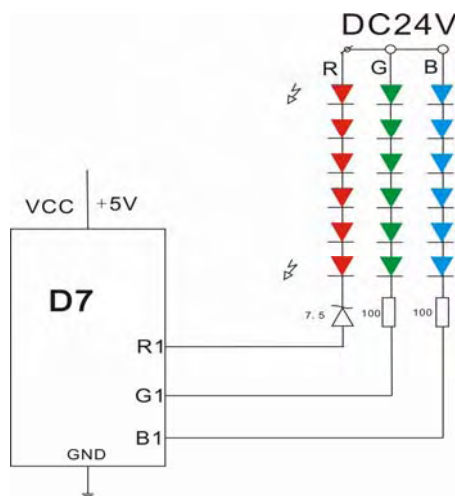

图 3.1
2. 2.1 在电源输入端串接一个 3R6 的电阻(如图 3.1)进行限流;
在红灯多串接一个 7.5V 稳压管, 红灯电流 18mA 工作正常, 二极管功率符合要求 (如图 3.1)。